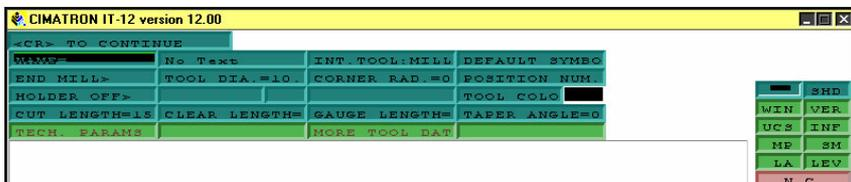
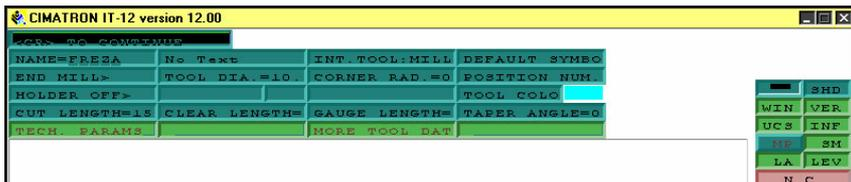

Рисунок 33
Рисунок 34
24. В открывшемся окне (рис.33), указываем название фрезы и меняем ее цвет (рис.34).